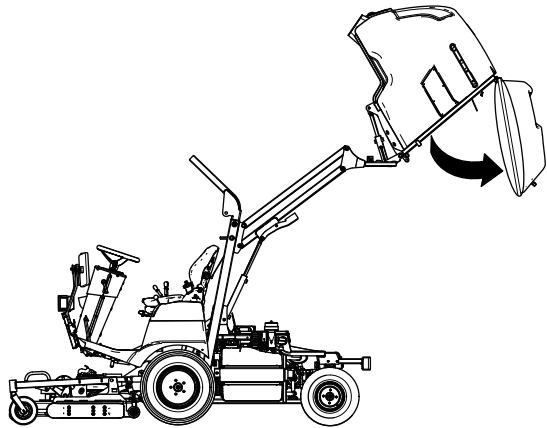

Bild 140
2. Heben Sie die Fangbox (Bild 140) ganz an, siehe Anheben der Fangbox (Seite 33).
3. Entleeren Sie die Fangbox (Bild 140) und lassen sie in der ganz entleerten Stellung, in der die Heckklappe ungehindert hängt, siehe Entleeren der Fangbox (Seite 34).